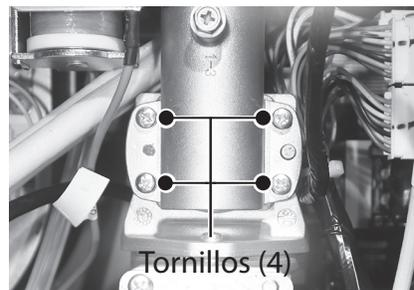

Figura 150 - Retire los tornillos que fijan la válvula de gas
- 42 Ubique y retire los cuatro tornillos que fijan la válvula de gas al múltiple de gas. Deje los tornillos a un lado en un lugar seguro para volver a instalarlos. Consulte la Figura 150.
77 Ubique los cuatro tornillos de la válvula de gas que se retiraron anteriormente en el **Paso 42**. Fije la válvula de gas al múltiple de gas y al conjunto de intercambiador de calor. Consulte la Figura 150.